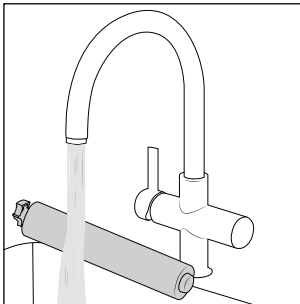

Fig. 35
- ◆ Limpie la protección antisalpicaduras ❺ y el rodillo de cepillos ❹ bajo el agua corriente caliente (consulte la fig. 35).